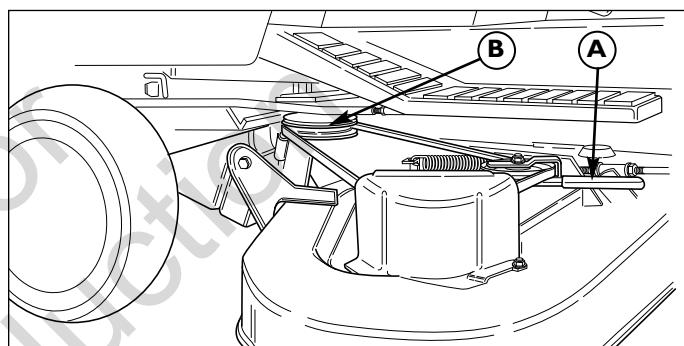

Figura 5. Retiro e instalación de la correa
3. Mueva el brazo secundario libre (A, Figura 5) para soltar la correa. Retire la polea de toma de fuerza (B).